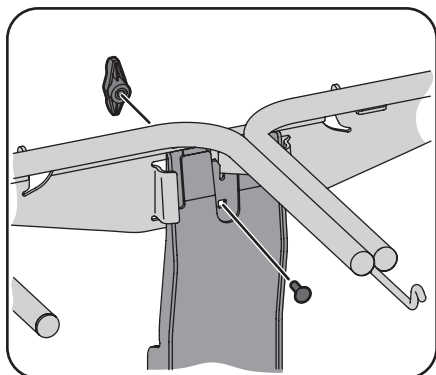

Figura 4-1
1. Fije la unidad de suspensión al conjunto de soporte vertical con un perno de carro (710-0276) y una perilla de aleta (710-04122) desde el paquete de elementos de ferretería 689-00579. Vea la Figura 4-1.